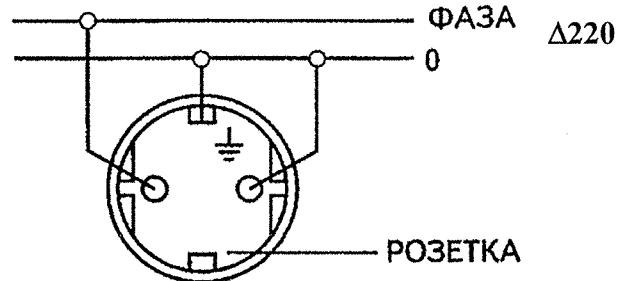
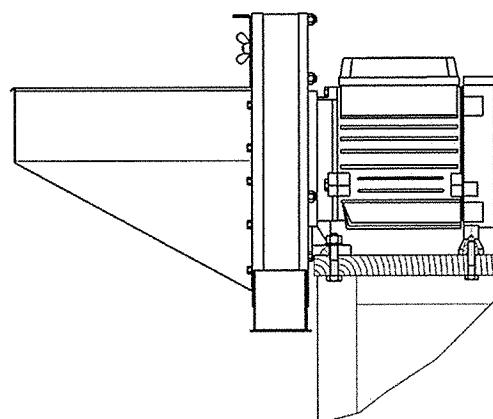

Рис. 3. Схема устройства зануления
Рис.5 Схема закрепления.
4.2. КАТЕГОРИЧЕСКИ ЗАПРЕЩАЕТСЯ эксплуатация измельчителя без надежного закрепления, заземления или зануления. Схема устройства зануления приведена на рис.3, схема закрепления на рис.5 Подключение измельчителя к сети должно быть выполнено квалифицированным электриком.
6.1. Перед началом работы измельчитель установить на краю стола, тумбы и т.п. и закрепить при помощи болтов, гаек и шайб, входящих в комплект поставки (рис. 5).